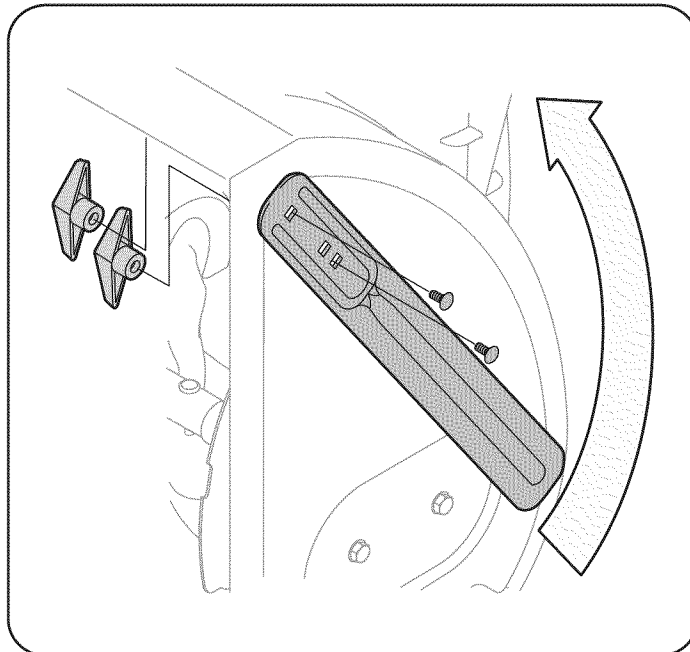

Figura 14
2. Gire los cortadores de desplazamiento de nieve y posícionelos según se muestra en la Figura 14 hacia el exterior de la caja de la barrena.